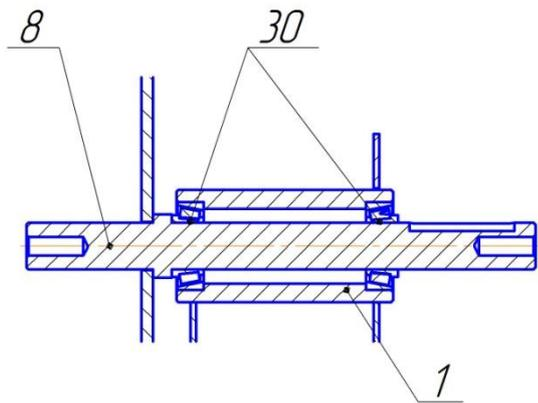

Рис. 5. Схема сборки подшипникового узла стойки.
4. Во втулку поз.1 (Стойка) вставить поз.8 (Вал с диском фиксатора) 1шт через поз.30 (Подшипник) 2шт, устанавливаемый с зазором. Ориентация роликов согласно рис.5. Ориентация паза вала - строго вертикально вверх. На подшипники нанести консистентную смазку типа "Литол".